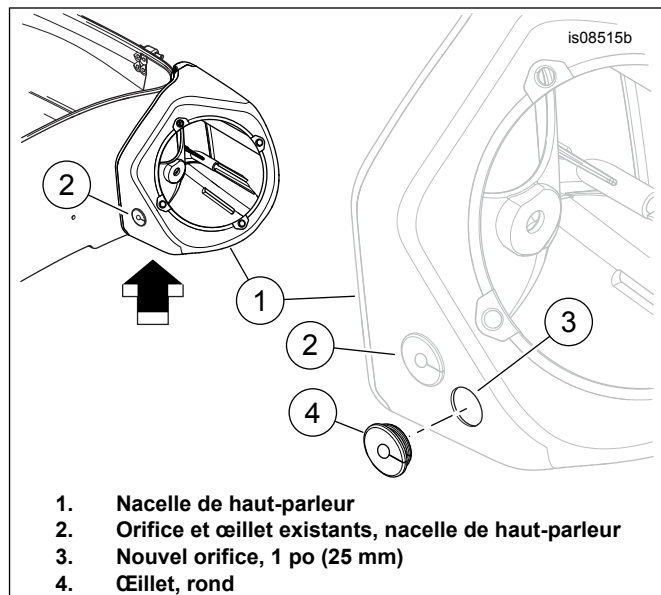

Figure 1. Mise en place de l'œillet
Voir Figure 1. Percer un **nouveau** trou (3) dans chaque nacelle de haut-parleur (1), éloigner de l'œillet existant (2), approximativement à l'emplacement indiqué.